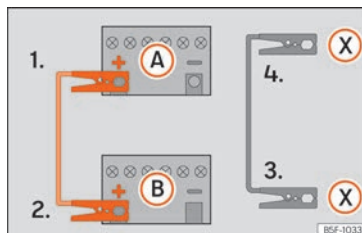

Abb. 154 Anschlusschema für Fahrzeuge mit Start-Stopp-System.
Starthilfekabel nur in folgender Reihenfolge an-klemmen 1 > 2 > 3 > 4 »» (Abb. 154).
Fahrzeuge mit Start-Stopp-System: Klemmen Sie ein Ende des schwarzen Starthilfekabels (X) an einen geeigneten Massean-schluss, ein massives, fest mit dem Motor-block verschraubtes Metallteil oder an den Motorblock selbst »» (Abb. 154).
5. Klemmen Sie das andere Ende des schwarzen Starthilfekabels (X) im Fahrzeug mit der entladenen Batterie an ein mit dem Motorblock verschraubtes, massives Metallteil oder an den Motorblock selbst, aber so weit wie möglich von der Batterie A entfernt an.